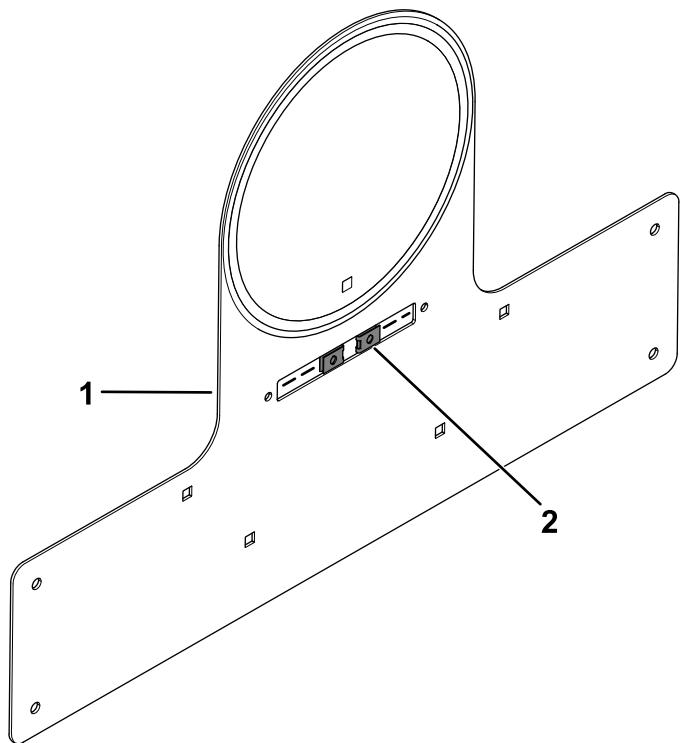

**Figura 25**
5. Applicate l'adesivo del limite di velocità appropriato sul supporto della relativa piastra (Figura 25).